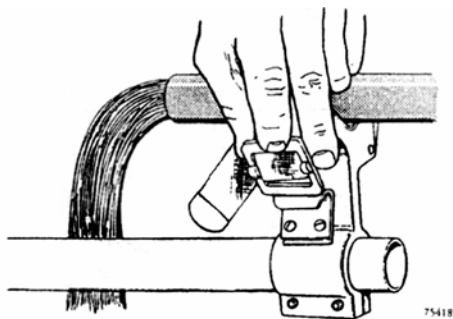

Рис. 6.13. Сцепление пряжки хомута и скобы.
- перекинуть ремни хомутов через кабели и зацепить пряжками за скобы (рис. 6.13);